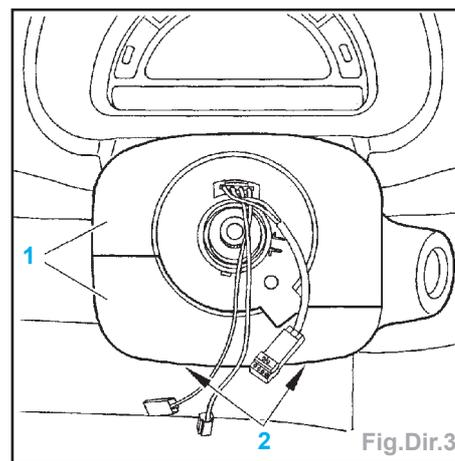
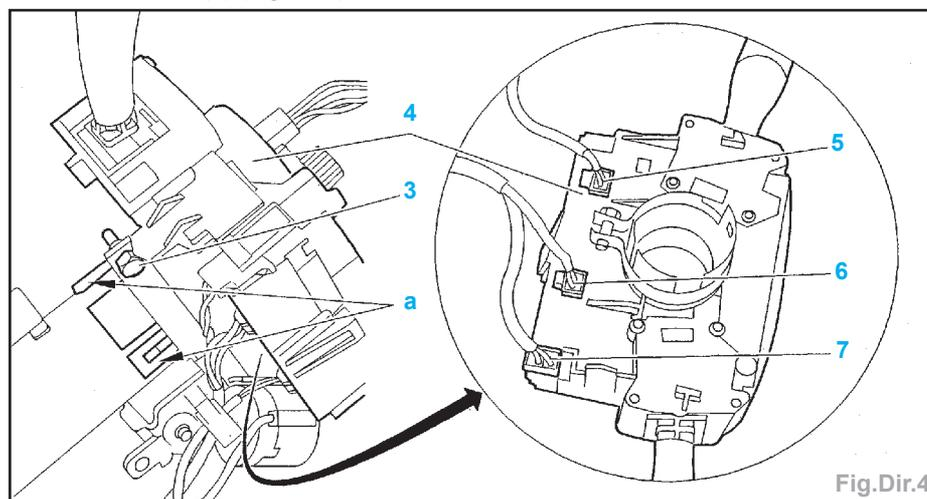
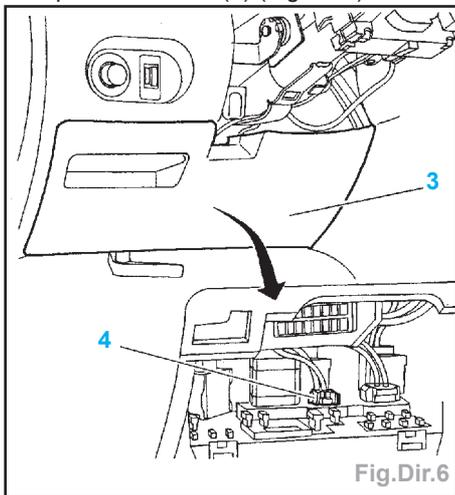
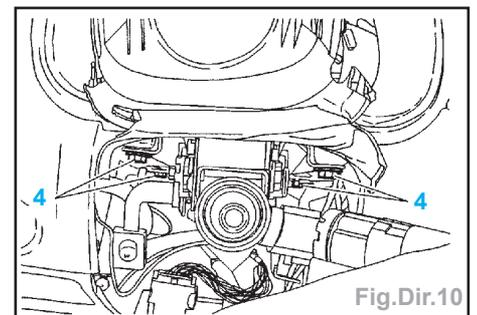

Fig.Dir.3
Fig.Dir.4
Fig.Dir.6
Fig.Dir.10
- Déposer (Fig.Dir.3) :
- les vis (2),
- l'habillage de la colonne de direction (1).
- Desserrer la vis (3) (Fig.Dir.4).
• les vis (2).
• l'habillage de la colonne de direction (1).
- Déposer le cache (3) (Fig.Dir.6).
• les vis (2),
• l'habillage de la colonne de direction (1),
• la vis (3),
- Déposer les vis (4) (Fig.Dir.10).